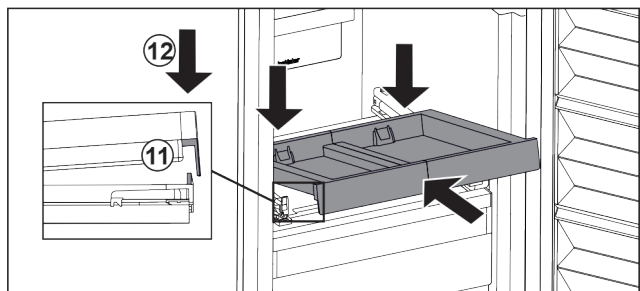

Fig. 104
- ▶ Вкарайте под ъгъл. Обърнете внимание на това, ограничителят и от двете страни да е зад езичето. Fig. 104 (11)
- ▶ Спуснете изтеглящата се дъска отпред. Fig. 104 (12)